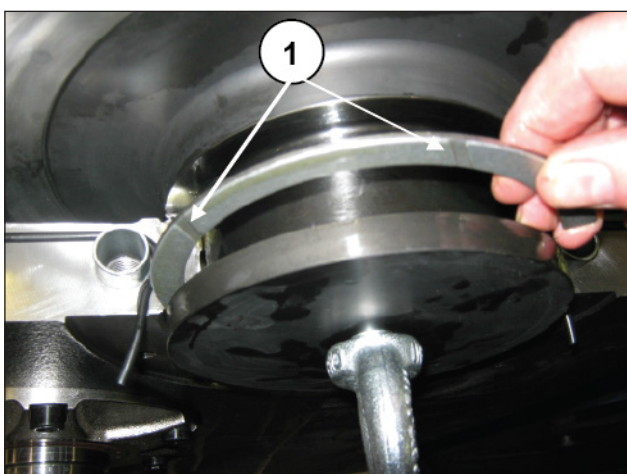

图 101
止推环必须安装成平面的排放口向着曲轴的内肩和外肩 (①, 图 99和图 101)。